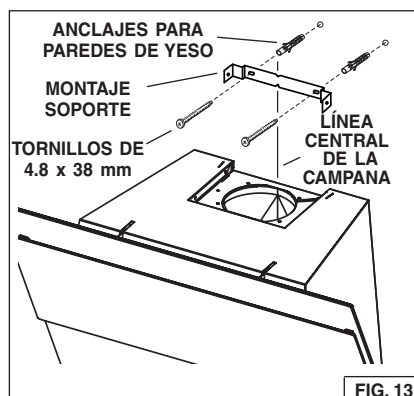

FIG. 13
- Fije el soporte en la pared con (2) tornillos de montaje de 4.8 x 38 mm y anclajes para paredes de yeso. Fig. 7. Asegúrese de que el soporte esté apretado contra la pared y centrado sobre la campana. Fig. 13